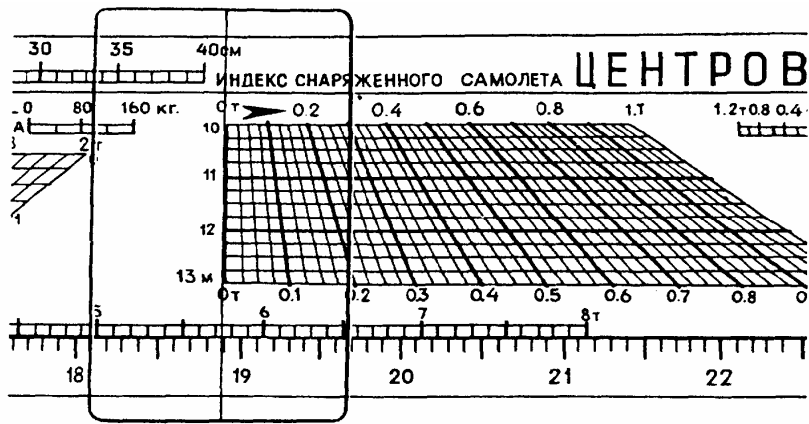

Рис. 2.17. Линейка. Положение "8" движка.
7. Следующим "загружается" груз 1100 кг на дистанции 10,5 м. Так как вес груза 1100 кг, а максимальное деление шкалы соответствует 1000 кг, операция учета влияния на центровку этого груза разбивается на две: сначала "загружается" 1000 кг, затем еще 100 кг на одной и той же дистанции 10,5 м. Перемещением движка влево начало шкалы дистанции 10,5 м подводится под визирную линию бегунка (рис. 2.17). Бегунок смещается вправо до совпадения с точкой пересечения горизонтали 10,5 м с наклонной линией, соответствующей грузу 1000 кг (рис. 2.18). Затем движок перемещается вправо до совпадения начала шкалы дистанции 10,5 м с визирной линией бегунка и по аналогии с предыдущим "загружается" еще 100 кг (рис. 2.19 и 2.20).